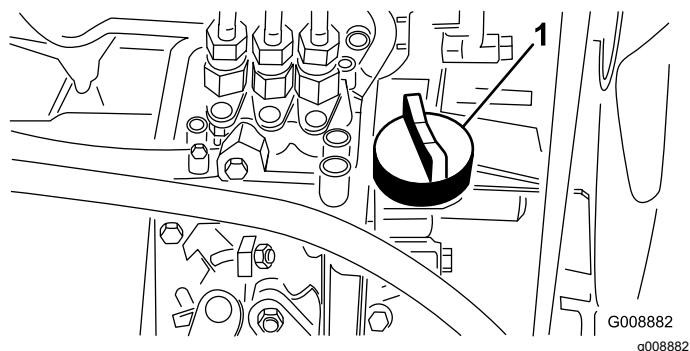

Figure 29
4. Si le niveau est bas, retirez le bouchon de remplissage (Figure 29) et versez progressivement de petites quantités d'huile, en vérifiant fréquemment le niveau, jusqu'à ce que l'huile atteigne le repère maximum sur la jauge.